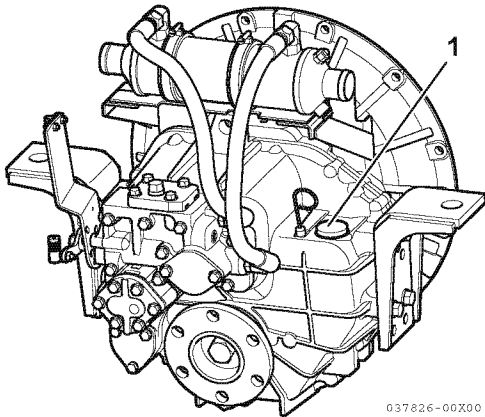

Abbildung 1
*Hinweis: Stellen Sie sicher, dass der Stopfen entfernt wird, der den Entlüfter (1, **Abbildung 1**) abdeckt, bevor Sie das Schiffsgetriebe erstmals in Betrieb nehmen. Wenn der Entlüfter abgedeckt ist, überschreitet der Druck im Schiffsgetriebe möglicherweise den zulässigen Betriebspegel während des Betriebs. Dies führt dazu, dass Öl aus der Öldichtung ausläuft.*